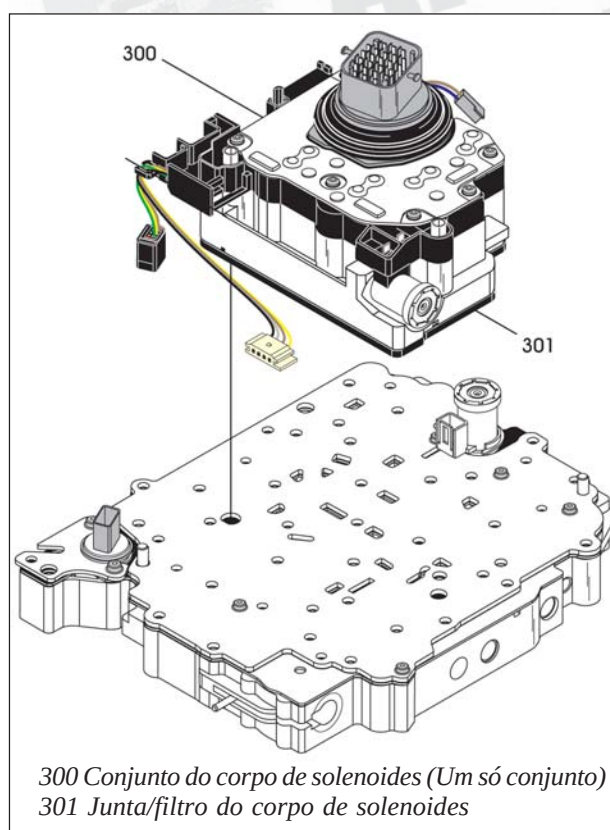

Figura 221
37. Instale o corpo finalizado de solenoides junto com a junta/filtro no corpo de válvulas, conforme mostra a figura 221, e certifique-se que os pinos de alinhamento estejam corretamente assentados na placa suporte.